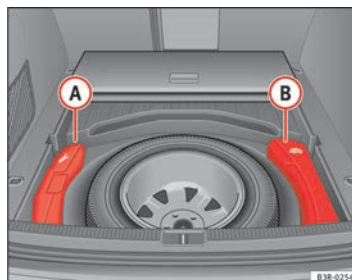

Fig. 190 Boîte à outils et cric
L'outillage de bord (A) et le cric (B) ⇒ fig. 190 des véhicules avec roue de secours et des véhicules avec kit anticrevaison se trouvent sous le revêtement du plancher de chargement du coffre à bagages.